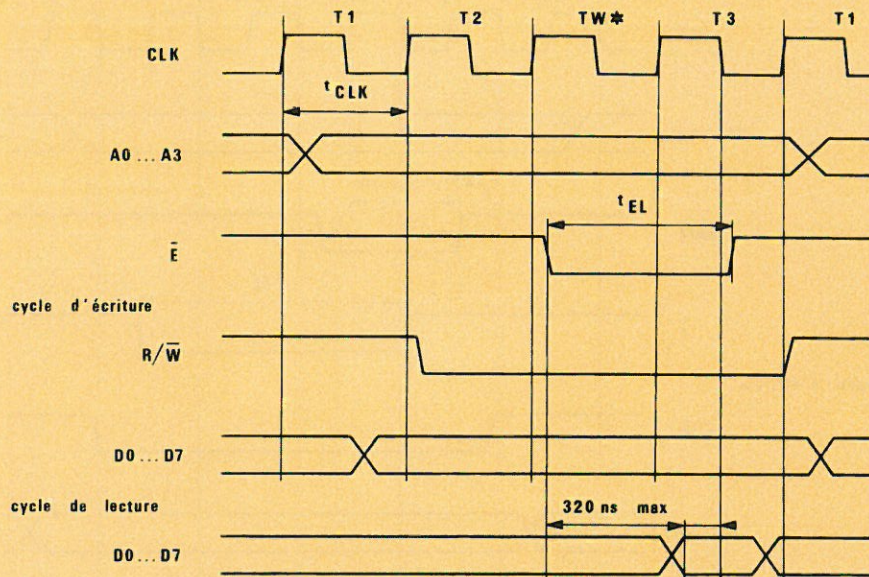

Fig. 4. – Signaux obtenus avec le premier interface au Z-80 A.
- $R/\overline{W}$ descend quand $\overline{WR}$ descend et remonte sur le front montant de CLK suivant la remontée de $\overline{WR}$ (fig. 4).